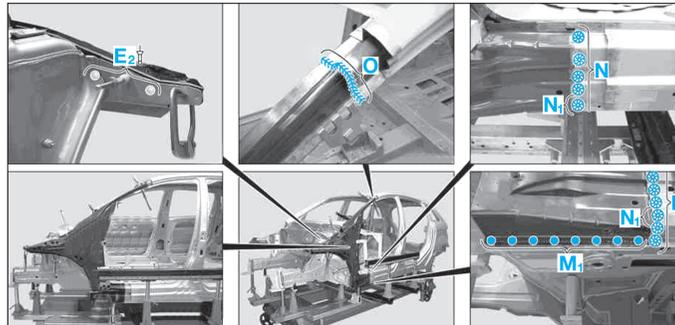

FIG. 51
- Souder les points (Fig.51) :
- dans la zone (O),
- dans les zones (N) et (N₁).